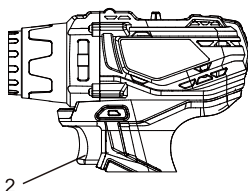

Fig. 7
- Pour démarrer la perceuse, comprimez doucement la gâchette (2) (figure 7).